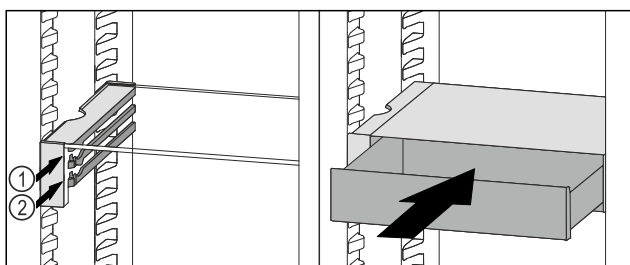

Fig. 129
- ▶ Установите выдвижной ящик VarioSafe за стопоры на требуемый выступ Fig. 129 (1) или Fig. 129 (2).